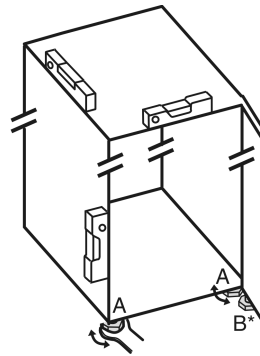

Fig. 2
- Stellfüße Fig. 2 (A) mit beiliegendem Gabelschlüssel und mit Hilfe einer Wasserwaage herausdrehen, bis das Gerät fest und ebenstehend ausgerichtet ist.
- Stellfuß Fig. 2 (B) am Lagerbock mit beiliegendem Gabelschlüssel herausdrehen, bis er auf dem Boden aufliegt.
- Stellfuß Fig. 2 (B) um 90° weiter drehen.